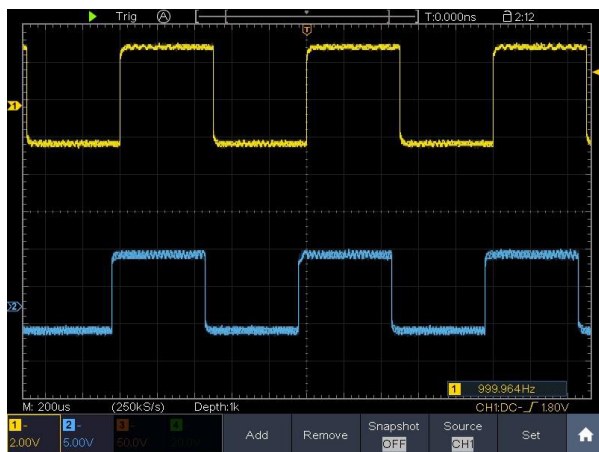

Рисунок 50 - Формы сигналов при измерении усилителя
10. Считывание пиковых и пиковых напряжений канала 1 и канала 2 в левом нижнем углу экрана (см. рисунок 50).